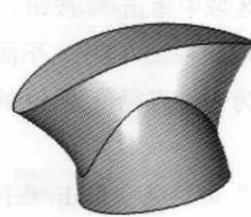
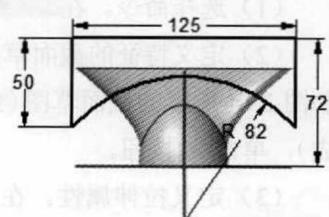

图 2.9 除料特征 1
图 2.10 截面草图
Step8. 创建图 2.9 所示的除料特征 1。
(1) 选择命令。在 **实体** 区域中选择  命令。
(2) 定义特征的截面草图。
① 选取草图平面。选取前视图 (XZ) 平面作为草图平面。
② 绘制截面草图。在草绘环境中绘制图 2.10 所示截面草图。
③ 单击“主页”功能选项卡中的“关闭草图”按钮 ，退出草绘环境。
(3) 定义拉伸属性。在“除料”命令条中单击  按钮，确认  按钮被按下，在 **距离** 下拉列表中输入 50，并按 Enter 键。
(4) 单击“除料”命令条中的  完成 按钮，单击  取消 按钮，完成除料特征 1 的创建。